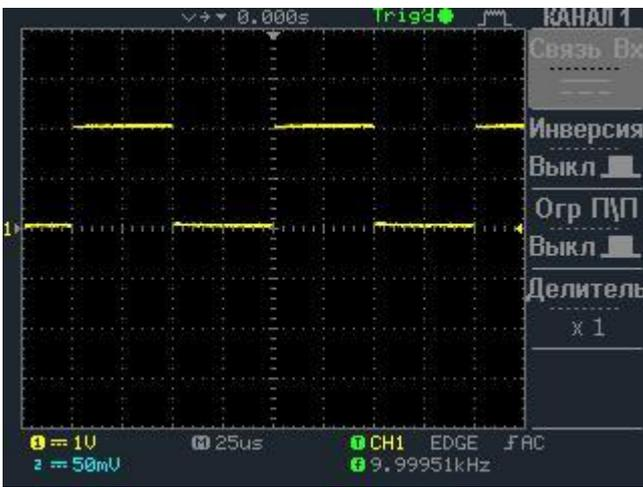
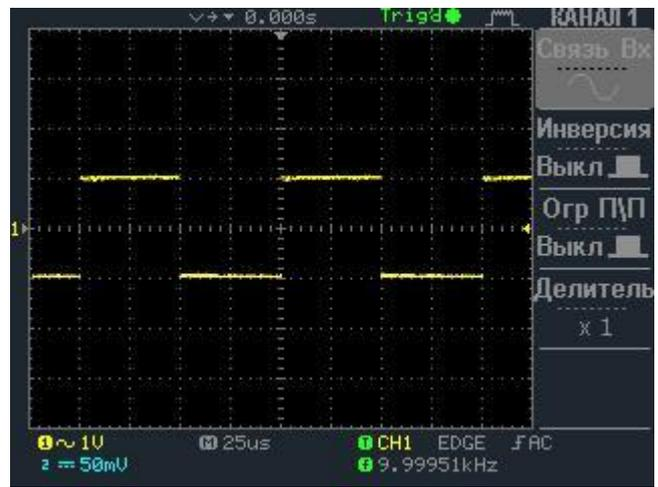

Рис. 8-2. Связь по постоянному напряжению
Рис. 8-3. Связь по переменному напряжению
- **Связь входа** : Нажмите кнопку F1 для выбора режима связи по входу **DC** () - связь по постоянному напряжению (рис.8-2); **AC** () - связь по переменному напряжению (рис.8-3); () - заземление входа.